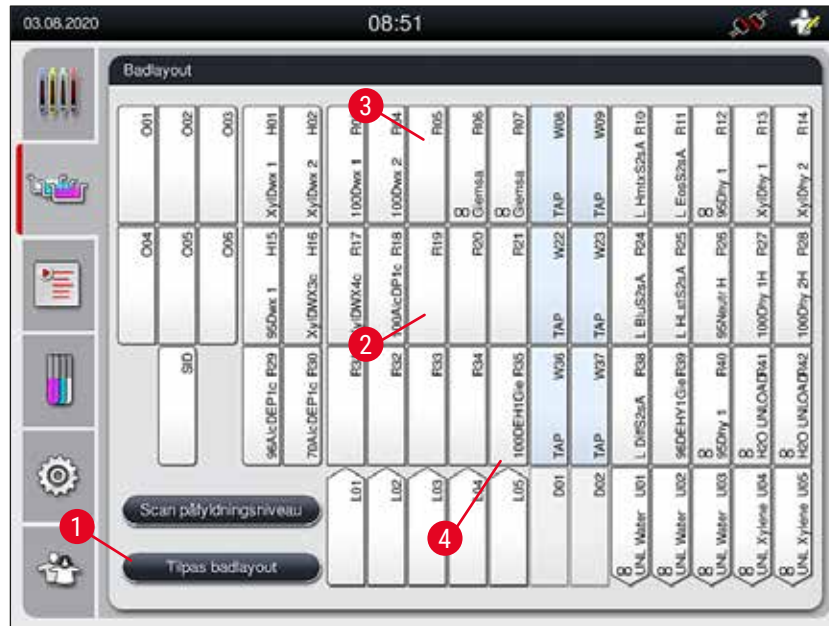

Fig. 61
1. I visningen af badlayoutet (→ "Fig. 61") skal du trykke på knappen **Tilpas badlayout** (→ "Fig. 61-1").
1. Du flytter reagensstationer ved at vælge dem individuelt i badlayoutet (→ "Fig. 61") med en berøring af skærmen og derefter trykke på en tilgængelig position på udklipsholderen (→ "Fig. 64-1").